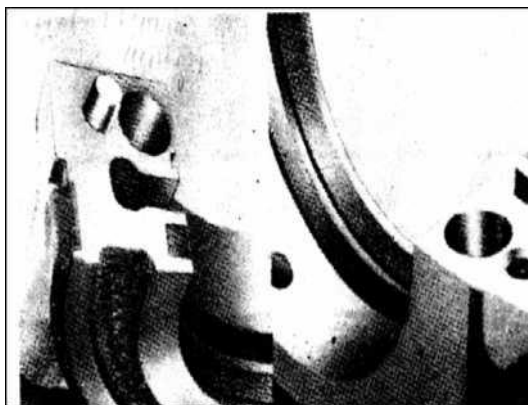

РИС. 42
- 5) Удалите сальниковую набивку на 7м коренном подшипнике из блока и крышки (рис. 42).